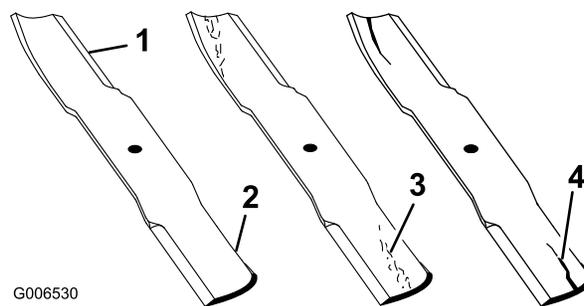

Figura 41
1. Inspeccione los filos de corte (Figura 41). Si los bordes no están afilados o tienen mellas, retire las cuchillas y afílelas; consulte Cómo afilar las cuchillas.
2. Inspeccione las cuchillas, especialmente la parte curva (Figura 41). Si observa daños, desgaste o la
formación de una ranura en esta zona (elemento 3 en la Figura 41), instale inmediatamente una cuchilla nueva.